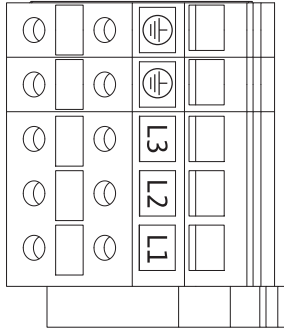

Fig. 25: Güç klemensleri
- Güç klemensleri (elektrik şebekesi bağlantısı klemensleri) (Fig. 25)